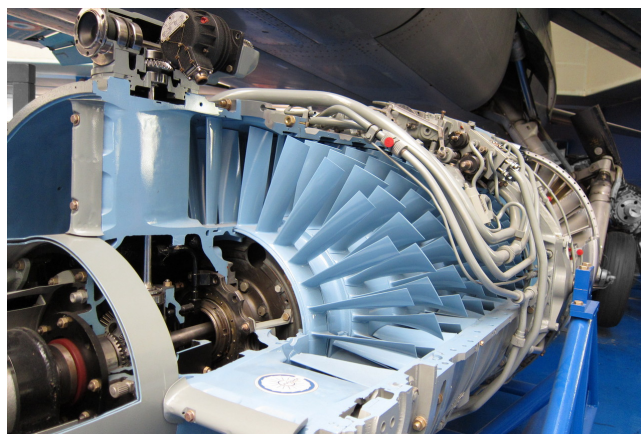

FIGURE 4.20 – Compresseur d'un turboréacteur simple flux SNECMA Atar (1948) découpé. L'air s'écoule depuis le coin gauche vers le centre de l'image.
**Le compresseur** (figure 4.20) comprime l'air de façon adiabatique réversible.